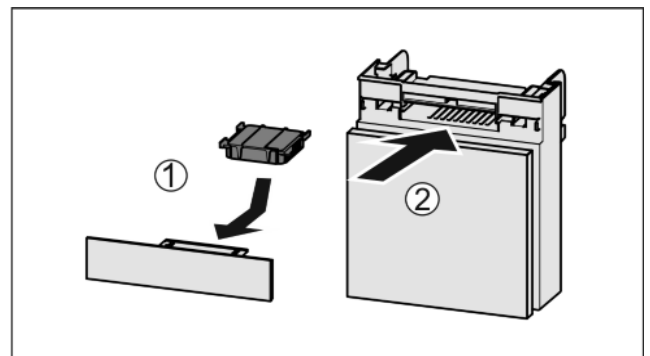

Fig. 34
- ▶ Aktivkohlefilter nach Abbildung einsetzen Fig. 34 (1).
- ▶ Fach einschieben Fig. 34 (2).